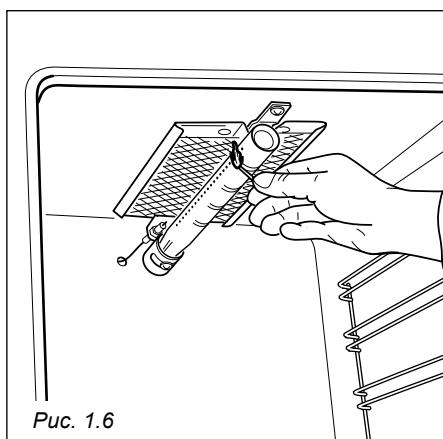

Рис. 1.6
- Для розжига гриля вручную, поднесите пламя с правой и левой стороны горелки на 2-3 секунды, предварительно повернув регулятор (Рис.1.6).